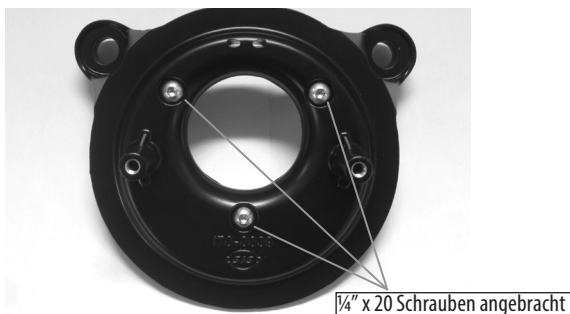

Bild 2
2. Bringen Sie die drei Schrauben in der Rückplatte an, wie auf Bild 2 gezeigt.